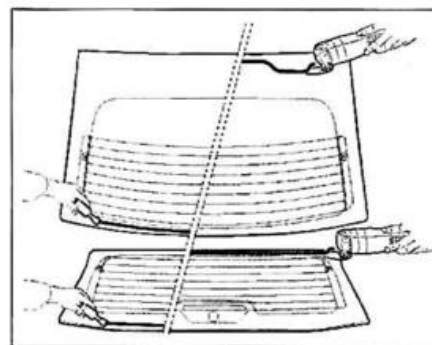

FIG. 91
- Enrasar el restante de cola en las lunetas tras. con la cuchilla eléctrica o una espátula (fig. 91).